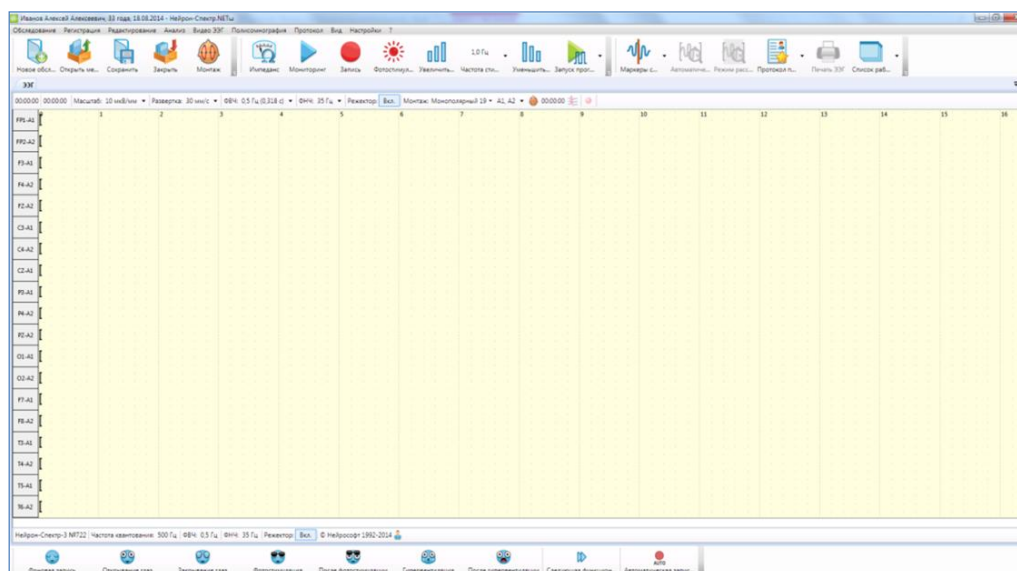
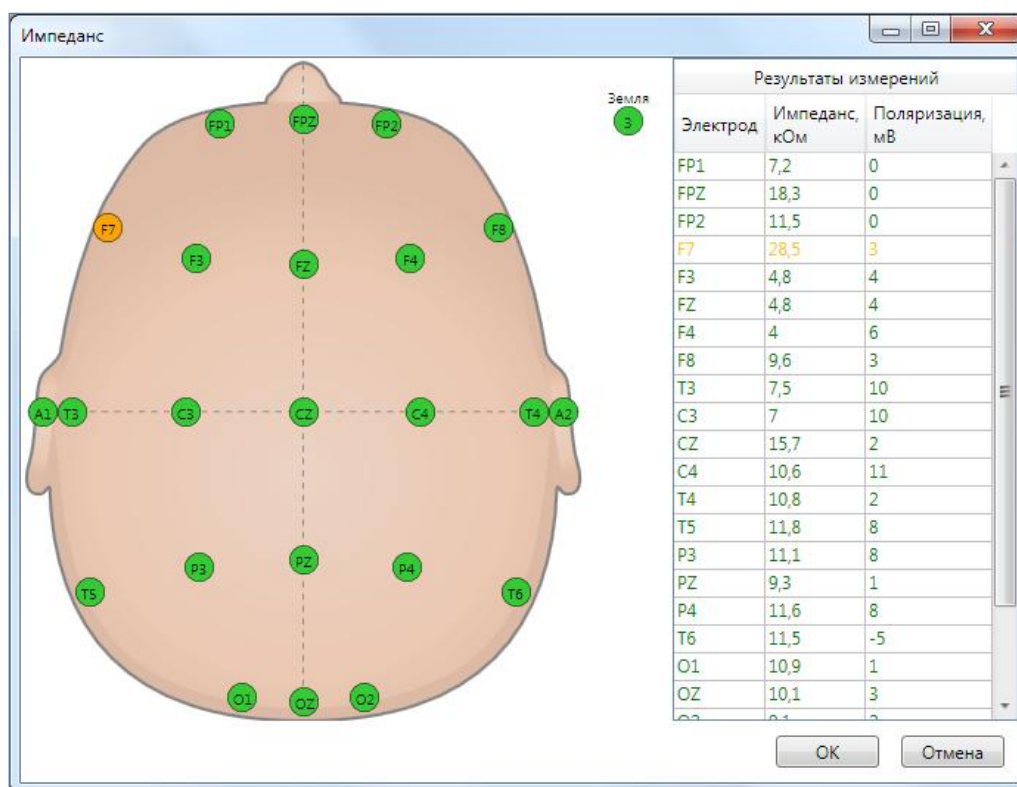

Рис. 31. Главное окно программы после создания нового обследования
Рис. 32. Результаты измерения подэлектродного импеданса
4. После наложения электродов проконтролируйте качество их наложения в окне программы, нажав кнопку «Импеданс» на панели инструментов (рис. 31). После этого на экране появится окно с результатами измерения подэлектродного импеданса (рис. 32). При неудовлетворительном качестве наложения электрода повторите операцию по подготовке кожи пациента перед повторной установкой электрода и/или смочите отводящую поверхность электрода физиологическим раствором, и/или добавьте токопроводящий гель/пасту.